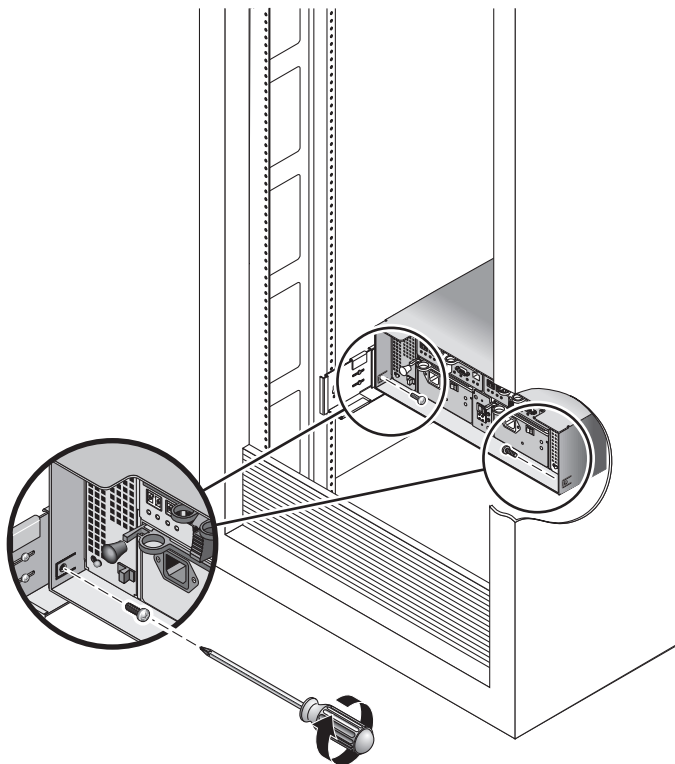

FIGURE 2-13 Fixation du boîtier à l'arrière de l'armoire
6. À l'arrière du boîtier, installez et serrez deux vis 8-32 (une par côté) pour fixer l'arrière du boîtier à l'armoire (FIGURE 2-13).